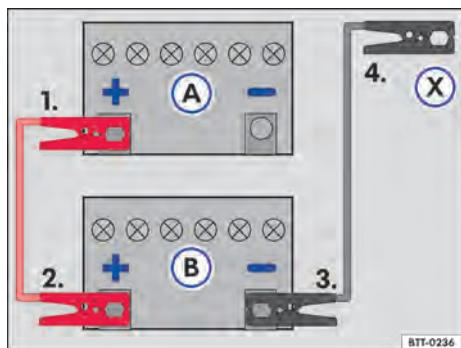

Fig. 195 Esquema para la conexión de los cables auxiliares de arranque: batería del vehículo descargada (A) y batería del vehículo que provee la corriente (B).
Leyenda para → fig. 195:
- Conectar un extremo del cable auxiliar de arranque *rojo* al polo positivo → fig. 195 (+) del vehículo con la batería del vehículo descargada (A) → ⚠.
- Conectar el otro extremo del cable de arranque auxiliar *rojo* al polo positivo (+) de la batería del vehículo que suministra corriente (B).
- Conectar un extremo del cable de arranque auxiliar *negro* al polo negativo (-) de la batería que brinda corriente (B) al vehículo.
- Conectar el otro extremo del cable de arranque auxiliar *negro* (X) al vehículo con la batería del vehículo descargada en una pieza maciza de metal atornillada firmemente al bloque del motor o en el mismo bloque del motor - aunque no cerca de la batería (A) → ⚠.